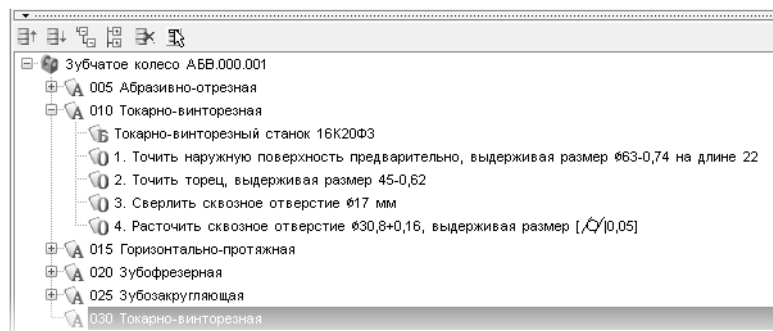

Рис. 3.8.
19. Переместите операцию *030 Токарно-винторезная* так, чтобы она располагалась сразу за операцией 010. Для этого установите курсор на операции *030 Токарно-винторезная* и, последовательно нажимая на кнопку **Переместить выше** (рис. 3.8), переместите операцию 030 на новое место. Или, установив курсор на операции *030 Токарно-винторезная*, нажмите левую кнопку мыши и, не отпуская ее, перетащите курсор на операцию *015 Горизонтально-протяжная*, после чего отпустите кнопку.